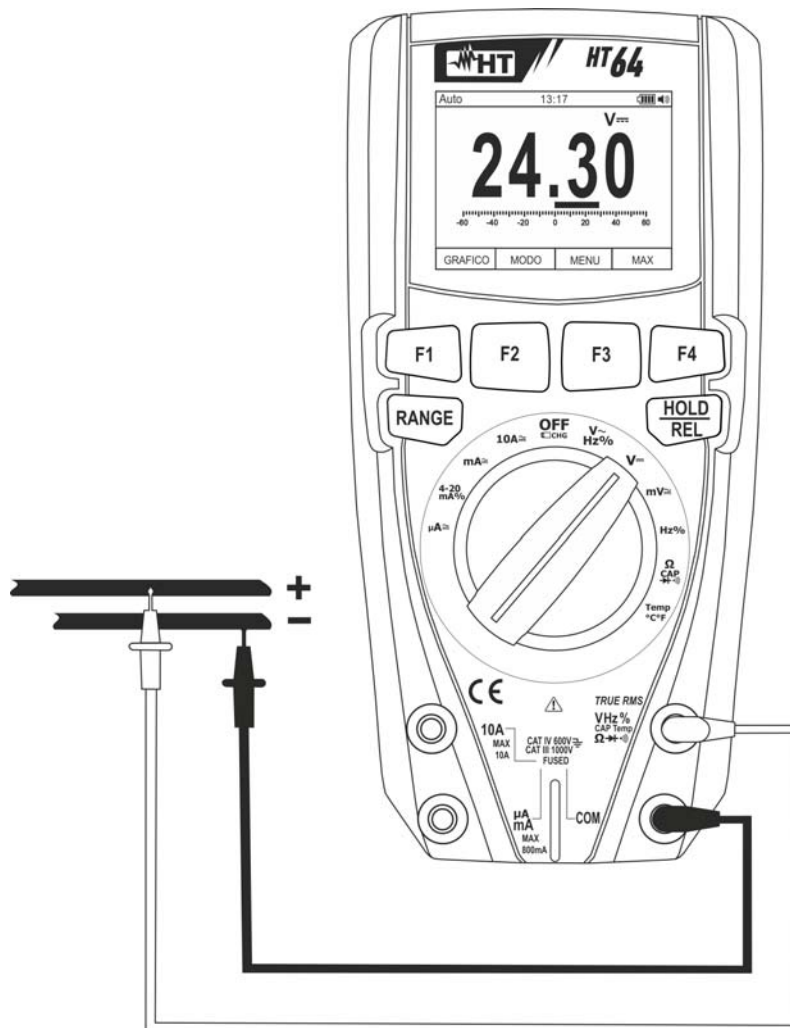

Fig. 22: Uso dello strumento per misura di Tensione DC
3. Posizionare il puntale rosso ed il puntale nero rispettivamente nei punti a potenziale positivo e negativo del circuito in esame (vedere Fig. 22). Il valore della tensione è mostrato a display
5. La visualizzazione del simbolo "-" sul display dello strumento indica che la tensione ha verso opposto rispetto alla connessione di Fig. 22.